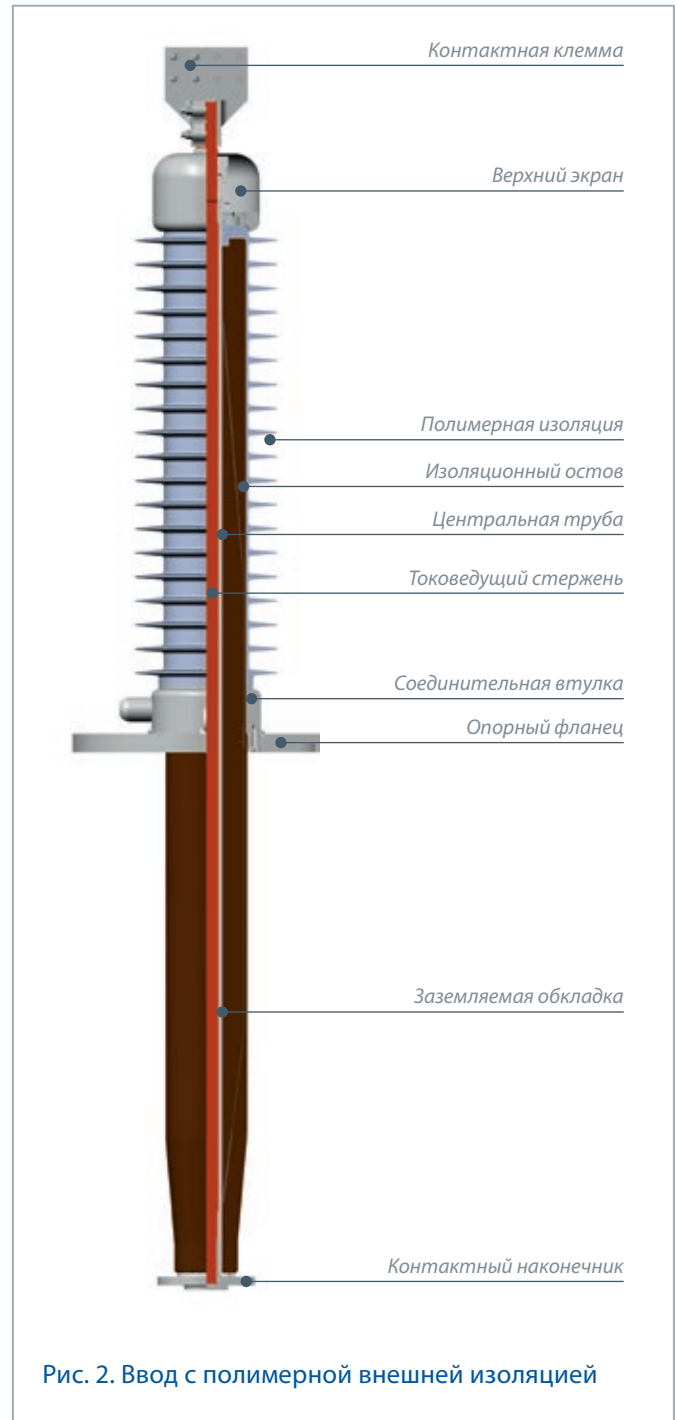

Рис. 2. Ввод с полимерной внешней изоляцией
**Верхний экран** применяется в конструкции вводов с полимерной внешней изоляцией и предназначен для выравнивания внешнего электрического поля в верхней части ввода (рис. 2). На вводах с фарфоровой покрышкой функции верхнего экрана выполняет корпус.
**Полимерная внешняя изоляция** применяется в качестве альтернативы фарфоровой на вводах 110 кВ (рис. 2), вводы 35 кВ выпускаются только с полимерной изоляцией.